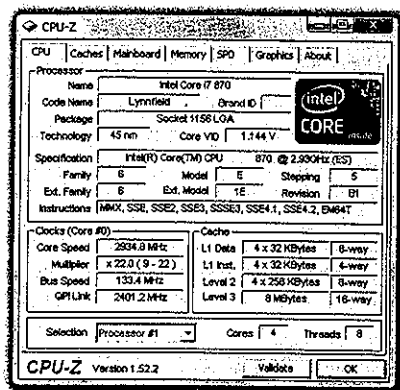

Figura 2.27. Características de un Core i7 Lynnfield
- El **overclocking** cambia un poco, como los Phenom estos micros tienen *dos* velocidades de reloj: la de los núcleos en sí y sus cachés, "*core*", y la del resto (caché L3 y controladoras, de memoria y PCIe), "*un-core*"; son múltiplo de una velocidad de base (BCLK, que nominalmente suele ser 133 MHz) y pueden ajustarse por separado... con la placa base y el conocimiento adecuados y con mucho cuidado. Véase la figura 2.27.